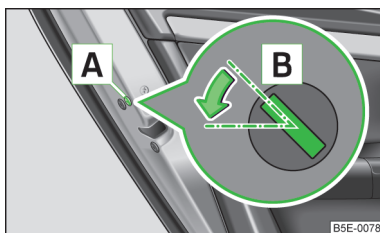

Fig. 210
- Smontare la mascherina **A** » fig. 210.